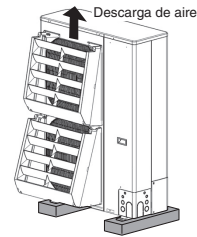

Fig. 2-6
- La salida de descarga de aire dé a una calzada y el aire caliente descargado moleste a los transeúntes. Consulte la Fig. 2-6.